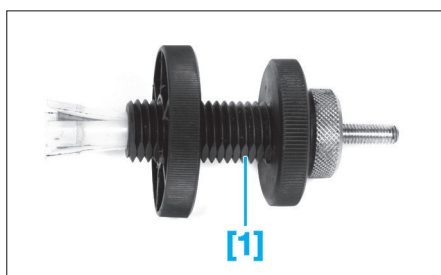

FIG. 1
[1]. Outil de centrage universel (ref. 589 47 31 00) (Fig.1)
- Monter le mécanisme et centrer le disque à l'aide de l'outil de centrage universel [1] (Fig.1).